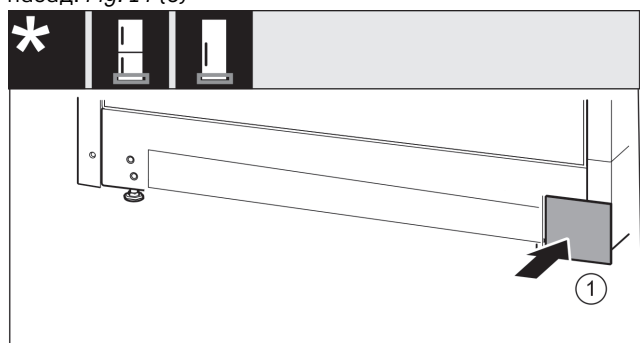

Fig. 15
- ▶ Поставете капака отново върху другата страна. Fig. 15 (1)